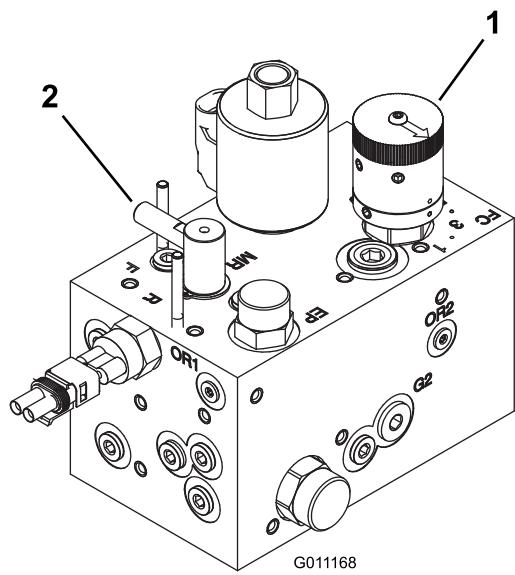

Figura 41
2. Gire el mando de control de velocidad del molinete (Figura 41) al número determinado en el Paso 1.